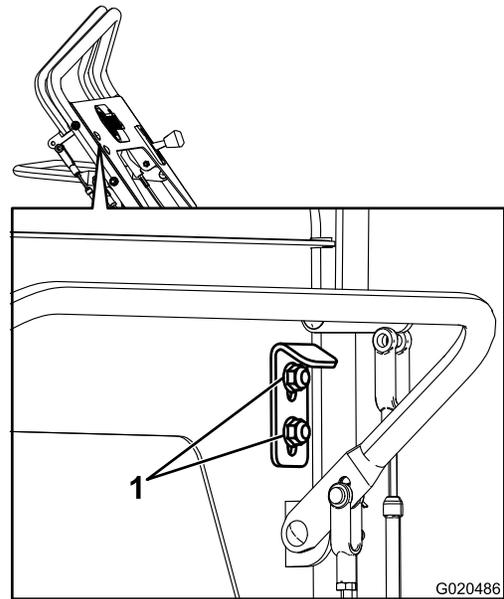

Figure 32
- Desserrez les 2 écrous sur la butée de marche arrière (Figure 32).
- Abaissez la butée au point milieu ou juste après et resserrez les 2 écrous (Figure 32).